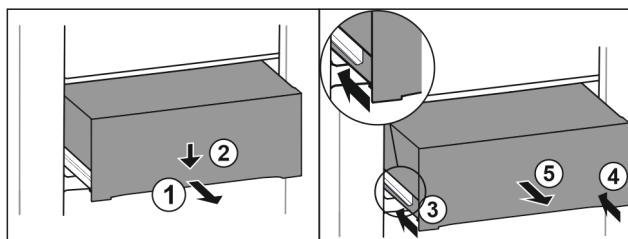

Fig. 90
- Lade er half uittrekken. Fig. 90 (1)
- Schuiflade aan de voorzijde omlaag drukken. Fig. 90 (2)
- Linker rail ca. 2 cm inschuiven. Fig. 90 (3)
- Rechter rail ca. 2 cm inschuiven. Fig. 90 (4)
- Lade naar voren toe verwijderen. Fig. 90 (5)